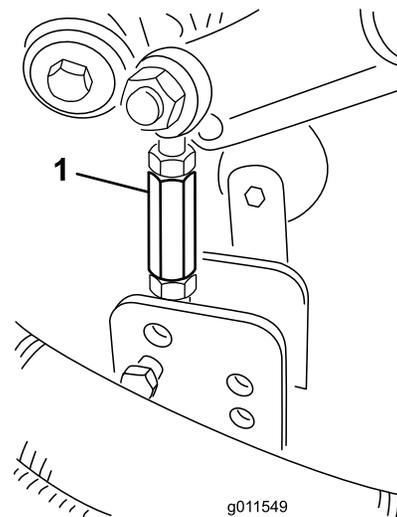

Figura 23
10. Togliete le coppiglie ed i perni con testa che fissano le connessioni dell'ammortizzatore alle staffe dell'apparato di taglio (Figura 23).